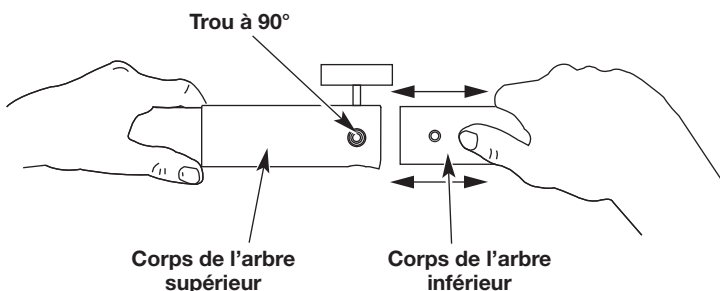

Fig. 3
2. Pendant que vous tenez fermement l'accessoire, poussez-le tout droit dans le coupleur EZ-Link™ jusqu'à ce que le bouton-ressort s'enclenche solidement dans le trou à 90° (Fig. 3).
3. Tout en maintenant fermement le logement de l'arbre supérieur, tirez l'accessoire tout droit hors du coupleur EZ-Link™ (Fig. 3).